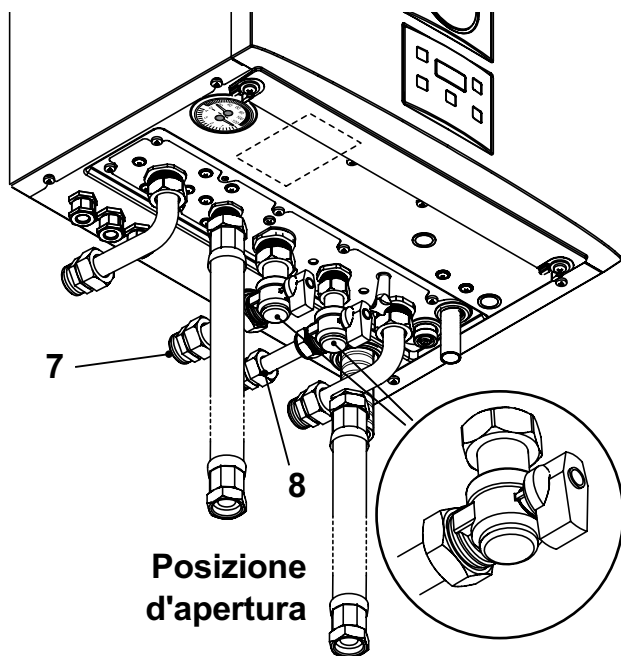

Figura 6.1
- Aprire il rubinetto del contatore gas e quello della caldaia 7 in Figura 6.1 .